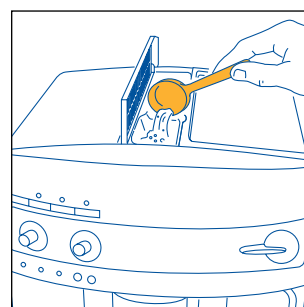

Fig.19
2. Levante a tampa central, introduza no funil uma colher doseadora de café pré-moído (fig. 19) e proceda, depois, conforme descrito no parágrafo 5.